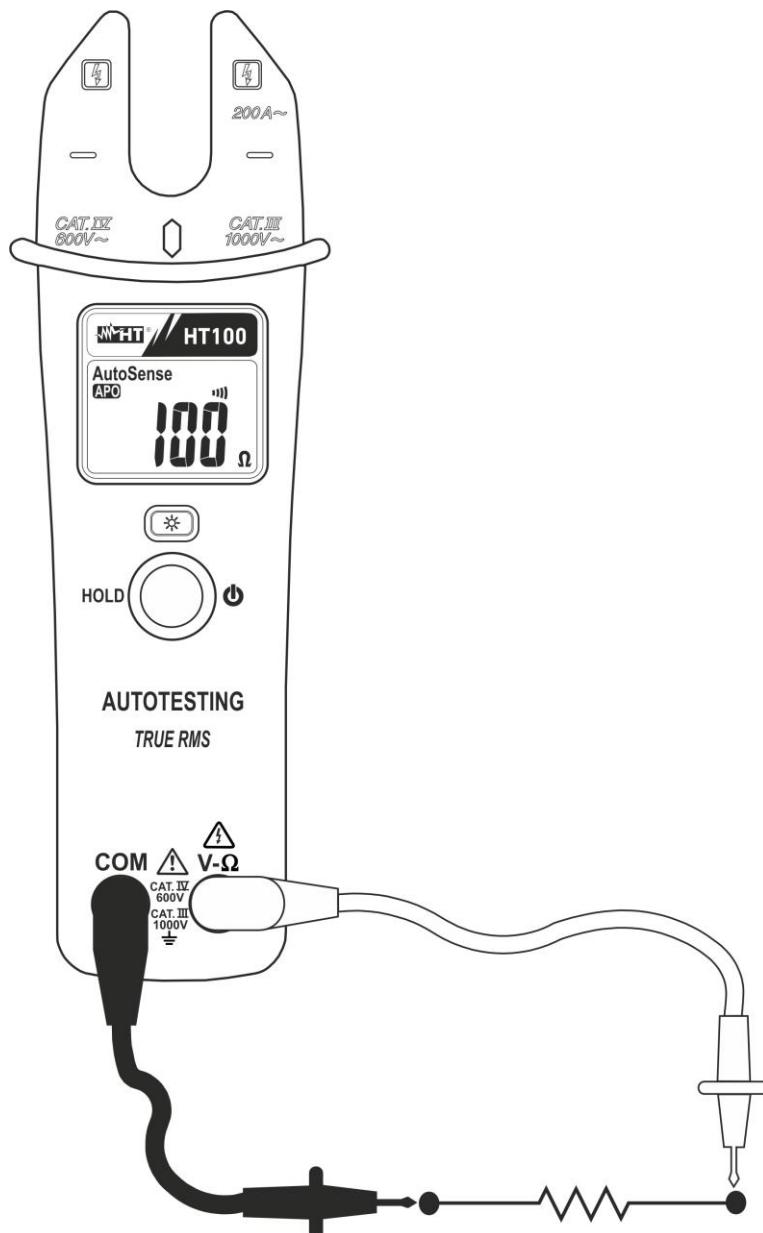

Abb. 5: Verwendung der Zange für Widerstandsmessung
2. Positionieren Sie die Messleitungen an die gewünschten Messpunkte des zu messenden Kreises (siehe Abb. 5). Der Widerstandswert erscheint auf dem Display.